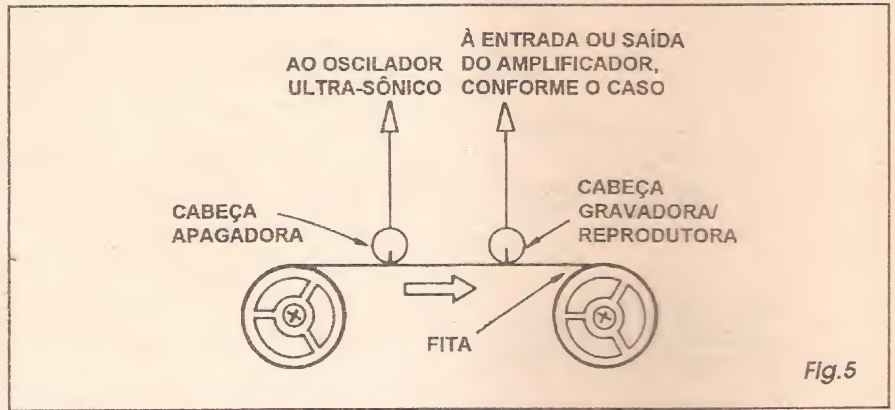

Fig.5
**- FIG. 5 - UM BICHO DE DUAS CABEÇAS...** - Para maior facilidade e descomplicação dos circuitos e da própria parte mecânica dos gravadores/reprodutores magnéticos, tais dispositivos utilizam normalmente *duas* cabeças (dois transdutores de *segunda instância*, já que nenhum deles lida, diretamente, com o próprio SOM, mas sim com seus *equivalentes magnéticos*...). Uma delas é chamada de *cabeça apagadora*, e aplica o mencionado sinal ultra-sônico destinado a normalizar magneticamente a fita, *antes* desta passar, no seu movimento uniforme, rente à *outra* cabeça... A tal *outra* cabeça, através de um sistema simples de chaveamento (que pode ser controlado pelas próprias teclas ou comandos eletro-mecânicos do gravador/reprodutor...) executa as funções de *gravação* e de *reprodução*, respectivamente ou *embutindo* na fita o padrão magnético correspondente aos sinais elétricos traduzidos do SOM, ou *recuperando* da mesma fita tais sinais, através da indução magneto-elétrica...!